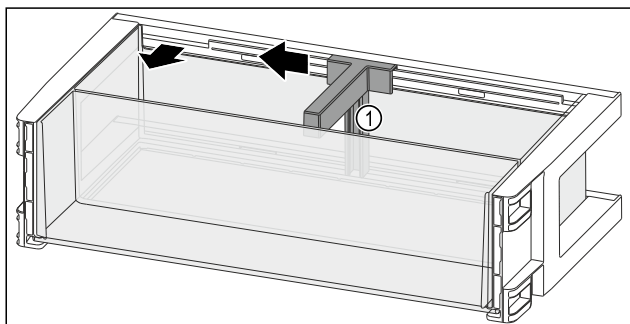

Fig. 131
- Flaschenhalter Fig. 131 (1) bis zur Aussparung zur Seite schieben.
- Flaschenhalter Fig. 131 (1) entnehmen.